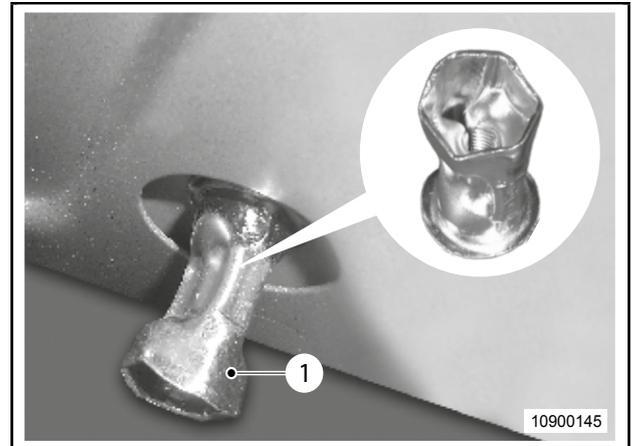

Abb. 58 Mutter Heckleuchte
5. Die Muttern (Abb. 58, Pos. 1) der Heckleuchten mit einem Ringschlüssel (SW 17) lösen und mit der Hand abschrauben.
Jede Heckleuchte besitzt zwei Muttern (Abb. 58, Pos. 1).